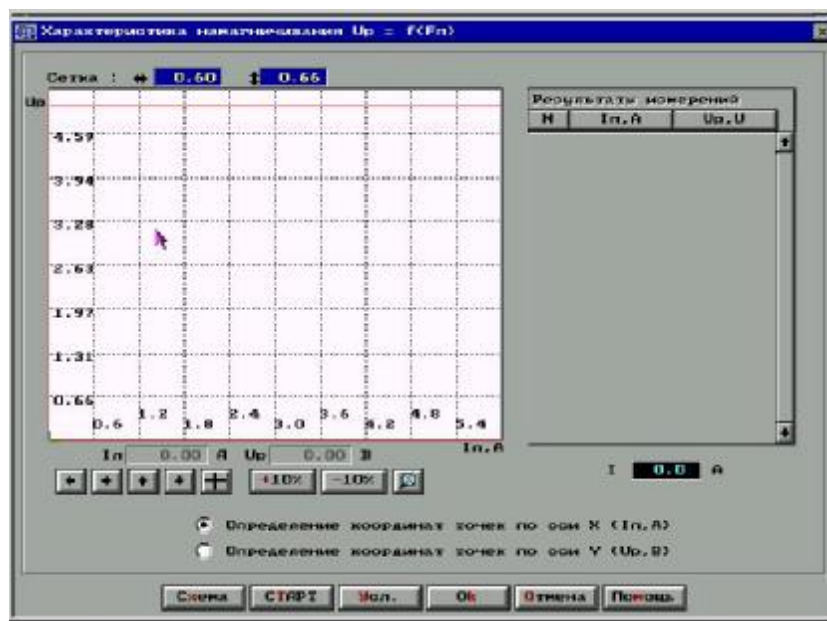
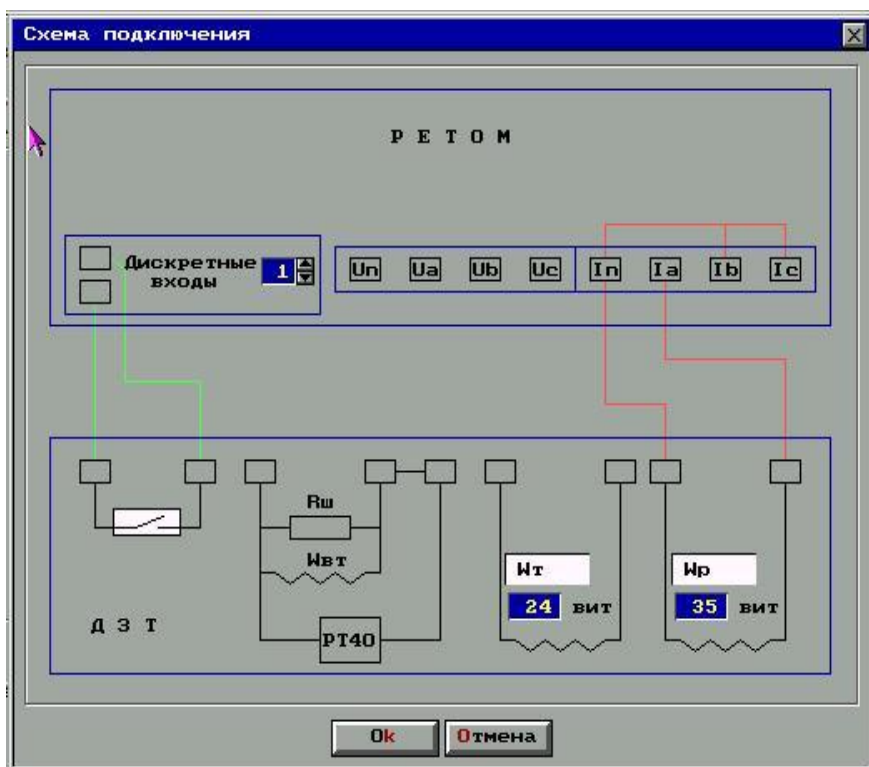

Рис. 12.18. Окно Характеристика намагничивания  $U_p = f(F_n)$
Рис. 12.19. Схема подключения реле ДЗТ-10
**Характеристика намагничивания.** В панели управления нажмите кнопку Характеристика намагничивания  $U_p = f(F_n)$ . Программа выведет на экран рабочее окно (рис. 12.18). Подключите реле к РЕТОМу (рис. 12.19).